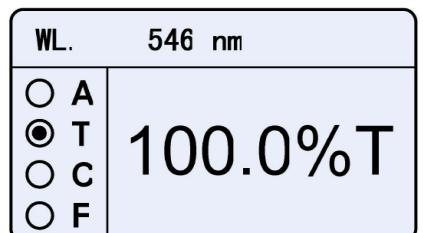

Fig. 4-4
1) Press to choose the «T» mode (Fig. 4-4).